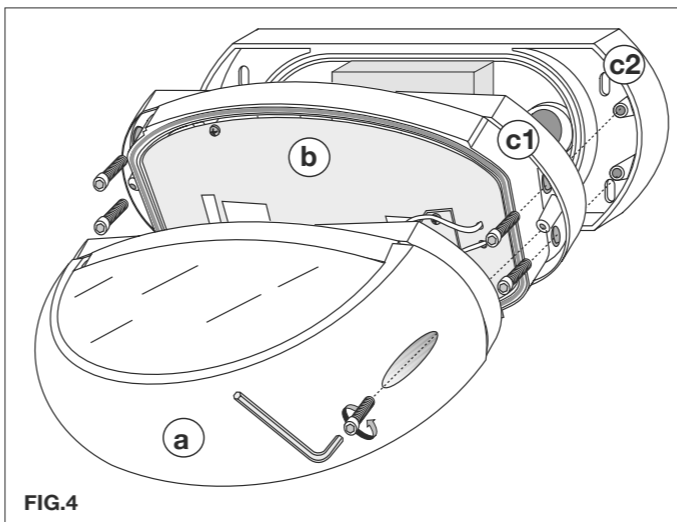

FIG.4
- Togliere la calotta con il vetro (a) e la base (c1) svitando le apposite viti a brugola. **(FIG.4)**
- Inserire la lampada e rimontare la calotta con vetro. **(FIG.4/5)**
- Remove the cover with the glass (a) and the base (c1) unscrewing the appropriate socket head screws. **(FIG.4)**
- Insert the lamp and reassemble the cover with the glass. **(FIG.4/5)**
- Démonter le couvercle et son verre (a) ainsi que la base (c1) en dévissant les vis appropriées. **(FIG.4)**
- Placer la lampe et remonter l'ensemble avec son verre. **(FIG.4/5)**
- Die Kalotte mit dem Glas (a) und die Unterlage abziehen (c1), nach die Befestigungsschraube abgeschraubt zu haben. **(FIG.4)**
- Die Lampe einsetzen und die Kalotte mit dem Glas wiederzusammensetzen. **(FIG.4/5)**
- Sacar la tapa y vidrio (a) de la base (c1) destornillando las tornillos opuestos **(FIG.4)**.
- Poner la lampara y cerrar la tapa y el cristal. **(FIG.4/5)**